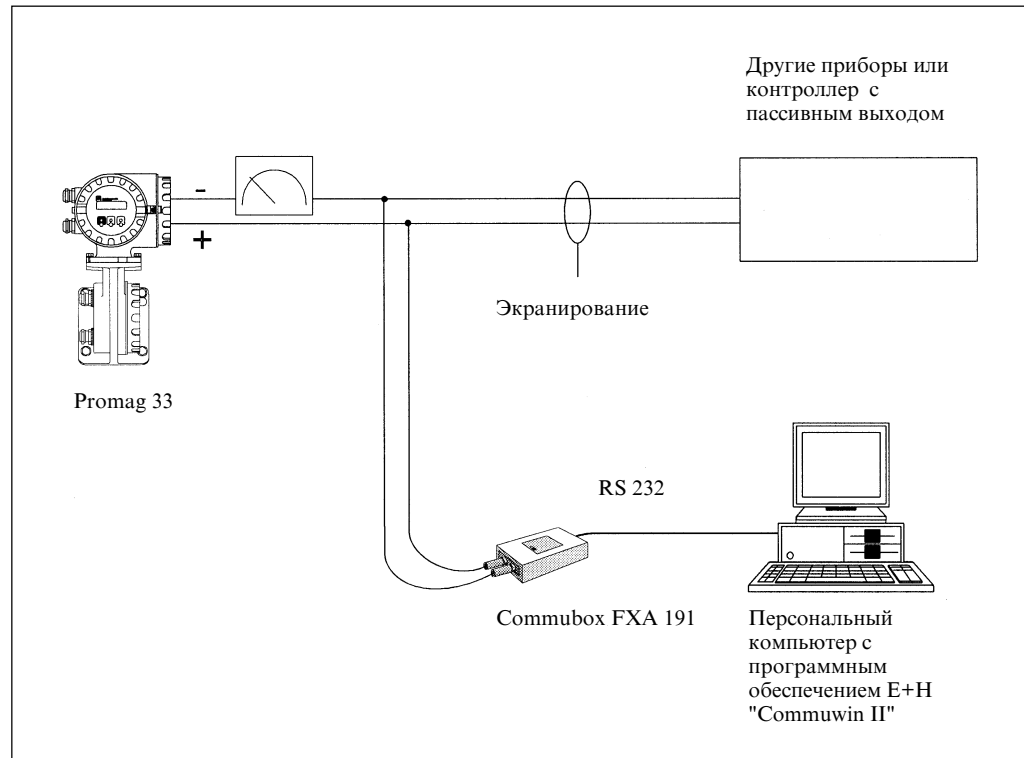

Рис. 44
- Подключение через аналоговый токовый выход 4...20 мА (см. рис.44).